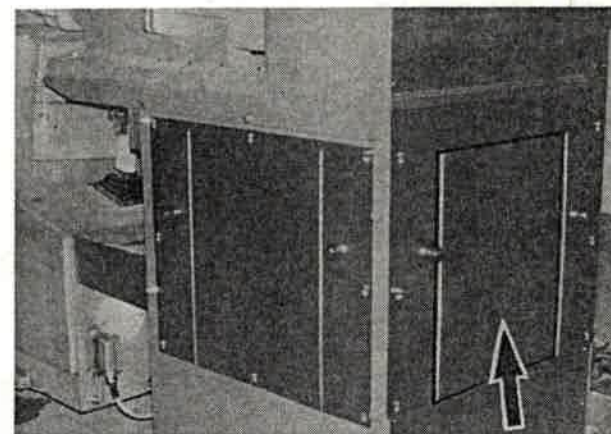

Bild 136
1. Wartungsklappe (Bild 136/Pfeil) des Schneckenentrogantriebs abnehmen.